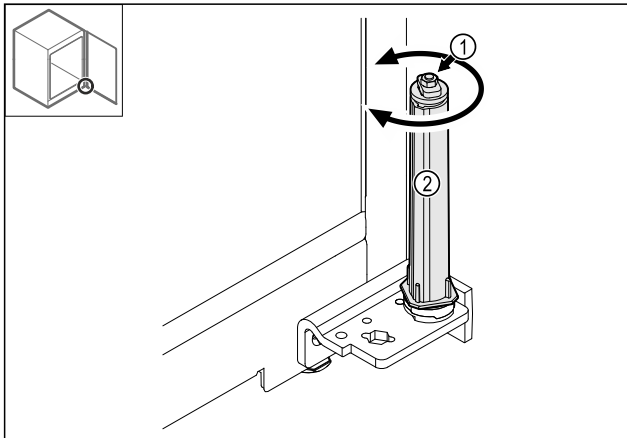

Fig. 32
- Ne pas démonter le raccord vissé Fig. 32 (1) du système de fermeture.
- Faire tourner le système de fermeture Fig. 32 (2) jusqu'à entendre un clic.